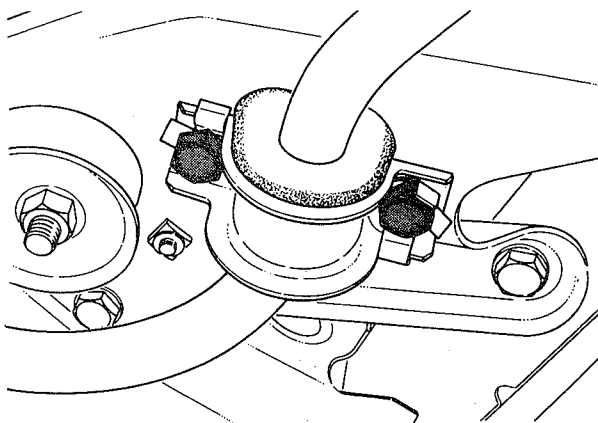

fig. 29
25. Soltar a barra estabilizadora da travessa, lado esquerdo (fig. 29)